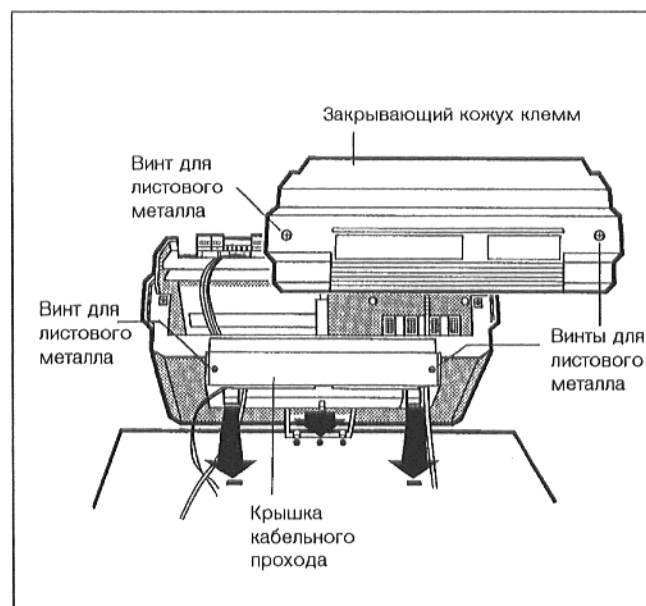

Рис. 15 Принципиальное изображение
- Вывернуть оба винта из закрывающего кожуха клемм и снять кожух (Рис. 15).
- Устройство регулирования установить таким образом, чтобы вставные крюки спереди входили в отверстия овальной формы, подать устройство регулирования по направлению вперед и затем откинуть назад, чтобы оба эластичных крюка зафиксировались с правой и левой стороны (стрелки – Рис. 15).
- Надеть закрывающий кожух клемм и привинтить посредством 2 винтов (Рис. 15).